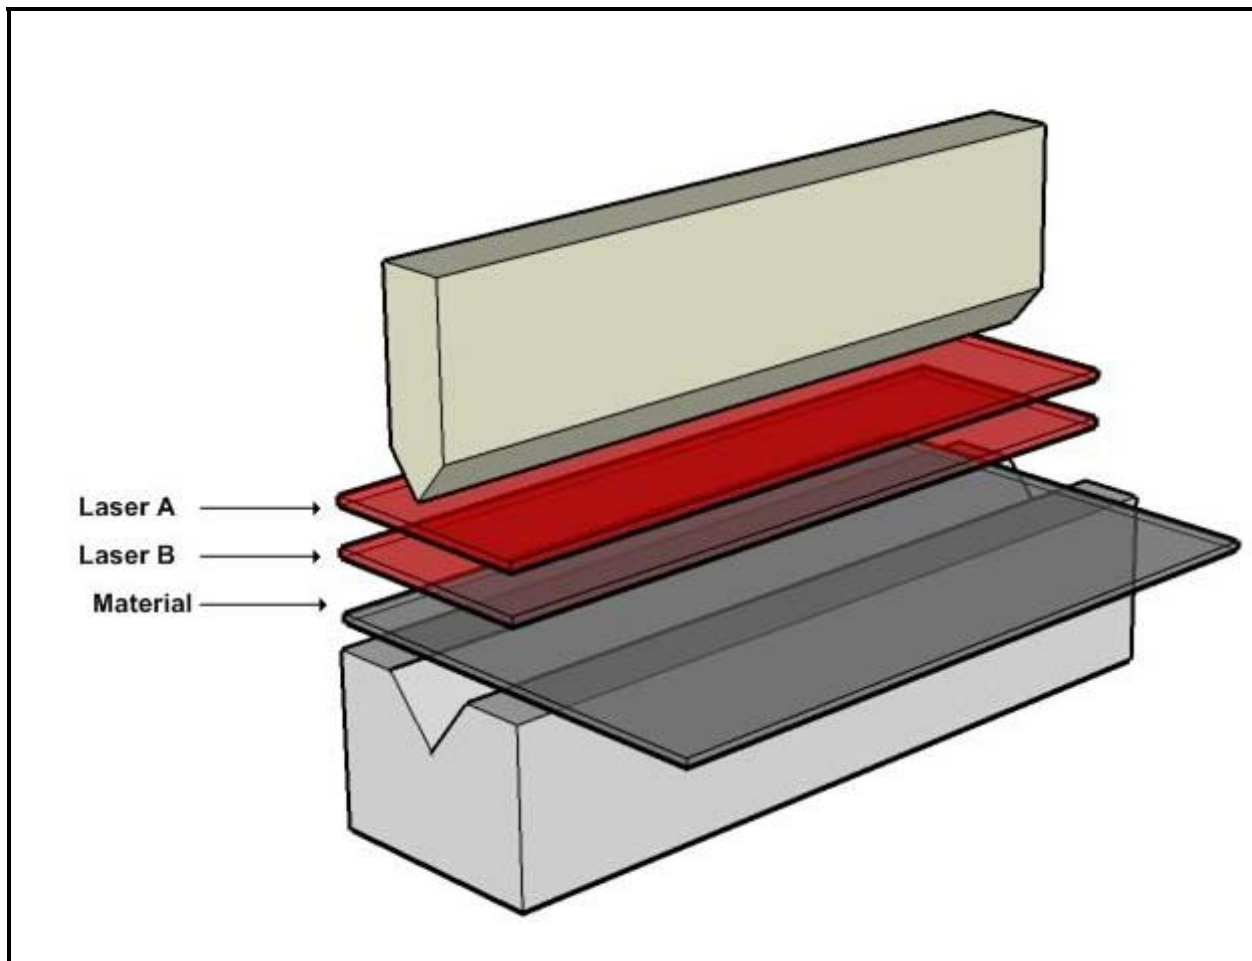

Abbildung 5-6: Materialplatzierung auf der Matrize.
- Legen Sie ein Probestück Material auf die Matrize. Das Material sollte die gleiche Dicke haben wie das Material, das für das Biegen verwendet wird, weil der Laser während der Einstellung des Mute-Punkts die Oberfläche des Materials abtastet. Siehe Abbildung 5-6.